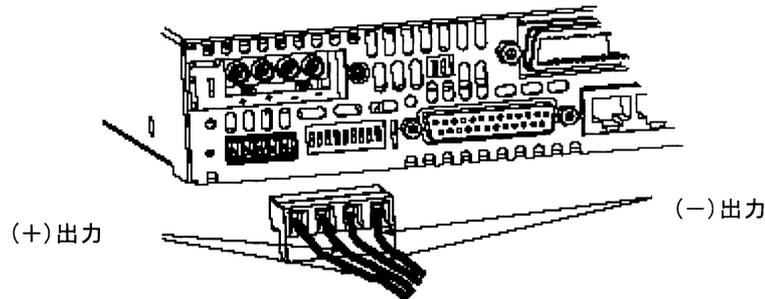

図 3-7: 出力ターミナルへの負荷線の接続
3. 剥離した線をターミナルの中に差し込み、端子ネジをしっかりと締めて下さい。(図 3-7 参照)